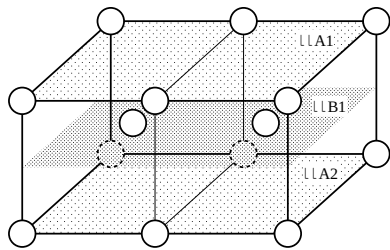

図 3: bcc 構造の結晶面
実在の結晶は一つの単位格子に複数の原子を含むものも多い。例えば図 3 に示した体心立方晶の結晶構造では、体心位置にある原子の作る面 B1 からの反射が面 A1, A2 からの反射を打ち消すので (100) 反射は見られない。このように打ち消されてしまう反射は結晶構造因子  $F = \sum_{\alpha} f_{\alpha} \exp[2\pi i(hx_{\alpha} + ky_{\alpha} + lz_{\alpha})]$  を計算することで、系統的に見付け出すことができる。ここで  $(h\ k\ l)$  は面指数、 $(x_{\alpha}, y_{\alpha}, z_{\alpha})$  は単位格子内での原子の位置ベクトルである。和は単位格子内の原子について取る。 $F$  が 0 になるような面反射は観測されない (消滅則)。
- (1) 体心立方晶の単位格子は 2 つの原子からなり、それらの位置ベクトルは  $(0, 0, 0)$ ,  $(0.5, 0.5, 0.5)$  で与えられる。構造因子を計算し (100) 反射の強度が 0 になることを確認せよ。但し構造因子の式中の  $f_{\alpha}$  (原子形状因子と呼ばれる) は定数として扱って良い。一般の  $(h\ k\ l)$  面ではどうなるか。
- (2) 面心立方格子の原子位置を調べ、構造因子を計算せよ。消滅しない面反射を列挙せよ。